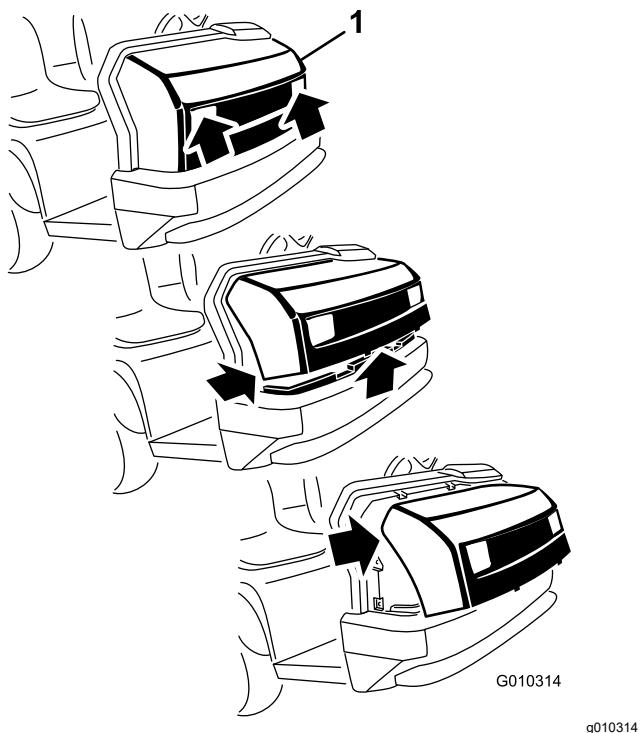

Figura 1
6. Sujete el capó por los orificios de los faros y levántelo para poder liberar las pestañas de montaje inferiores de las ranuras del parachoques (Figura 1).
7. Gire hacia arriba la parte inferior del capó hasta que pueda retirar las pestañas de montaje superiores de las ranuras del chasis(**Figura 1**).
8. Gire hacia adelante la parte superior del capó y desenchufe los conectores de cables de los faros (Figura 1).